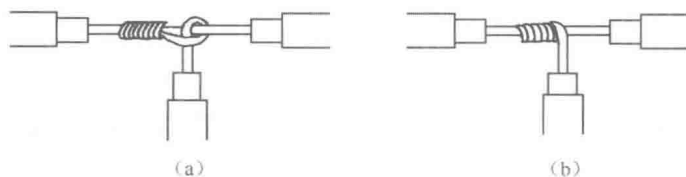

图 1.13 单股铜线的 T 字形连接
① 如果导线直径较小,可按图 1.13(a) 所示方法绕制成结状,然后再把支路芯线线头拉紧扳直,紧密地缠绕 6~8 圈后,剪去多余芯线,并钳平毛刺。
② 如果导线直径较大,先将支路芯线的线头与干线芯线做十字相交,使支路芯线根部留出约 3~5mm,然后缠绕支路芯线,缠绕 6~8 圈后,用钢丝钳切去余下的芯线,并钳平芯线末端,如图 1.13(b) 所示。